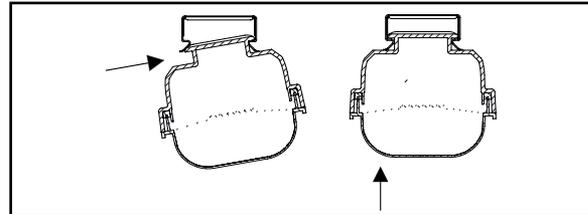

Figure 4.
4. Réorienter le luminaire afin que le raccord du conduit fasse face à l'entrée de l'alimentation ou au conduit. Incliner et insérer le luminaire sur un des côtés du support de montage. Pousser doucement le luminaire vers le côté opposé pour l'enclencher vers le support de montage. (Figure 4).